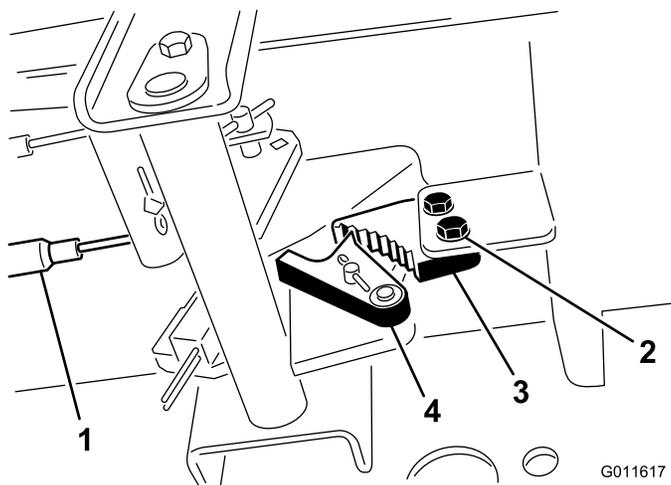

Figure 61
1. Desserrez les 2 vis qui fixent le cliquet du frein de stationnement au cadre (Figure 61).
2. Appuyez sur l'avant de la pédale du frein de stationnement jusqu'à ce que le verrou s'engage complètement sur le cliquet du frein (Figure 61).